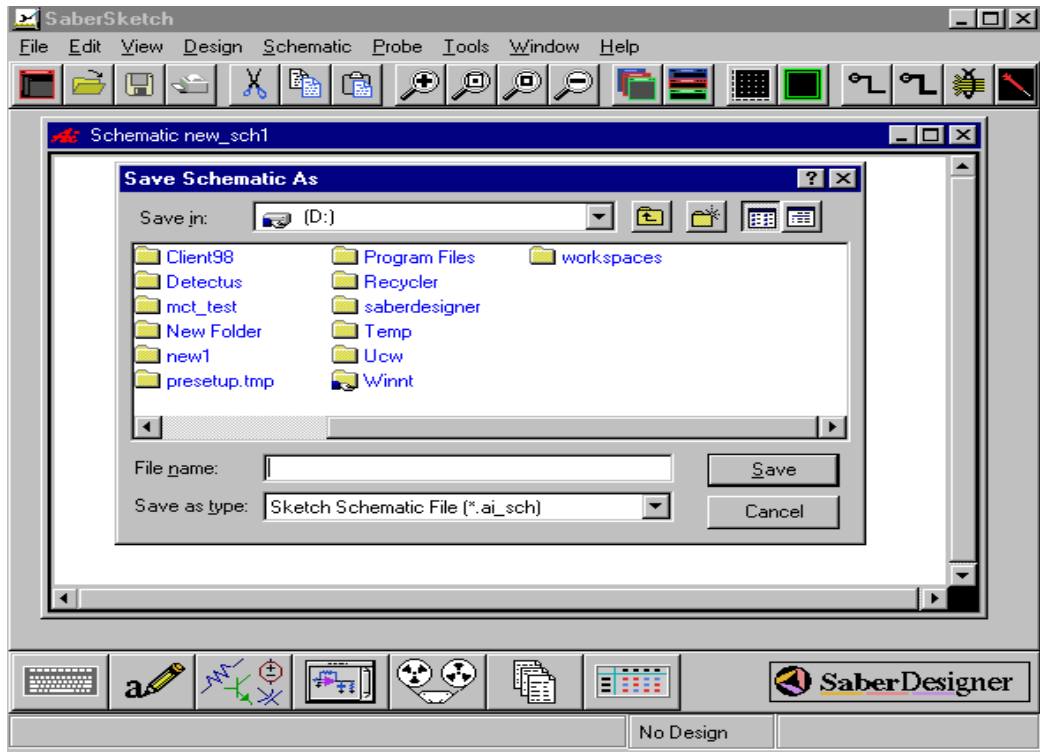

图 1
- 3) 通过选择 File > Save As ... 菜单项，存储目前空白的设计。此时将出现一个 Save Schematic As 对话框，如图 1 所示。